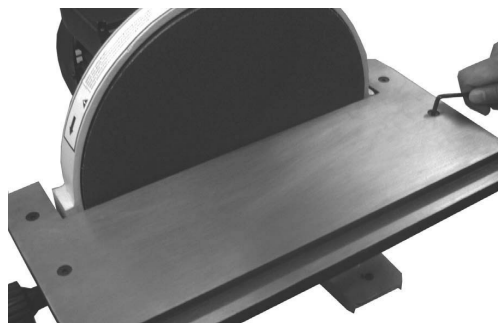

Fig. 04
3. Oprethold altid et spillerum på cirka 1,6 mm mellem bordkanten og skiven. Hvis justering er nødvendigt, løsnes de fire bolte (Fig. 04) og bordet flyttes til den rette position.